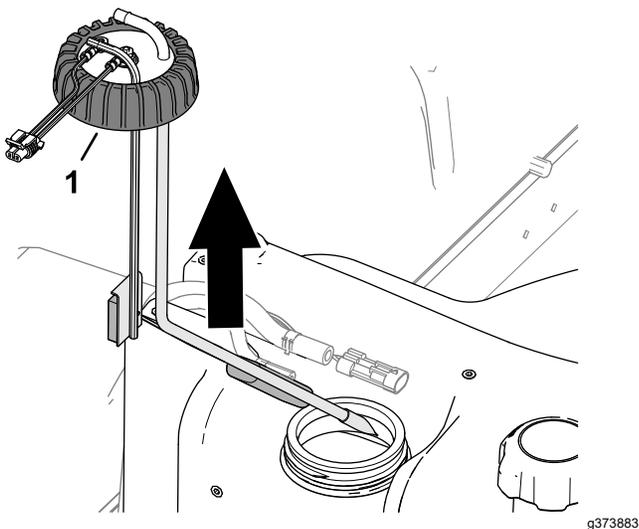

Figura 125
5. Allentate il tappo del trasmettitore di livello carburante (Figura 125).